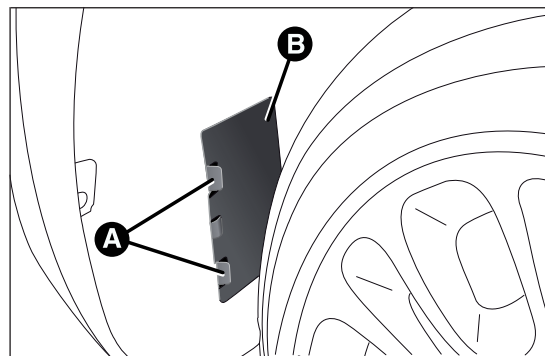

fig. 135
- ☐ adjust the tabs A and remove the flap B fig. 135;